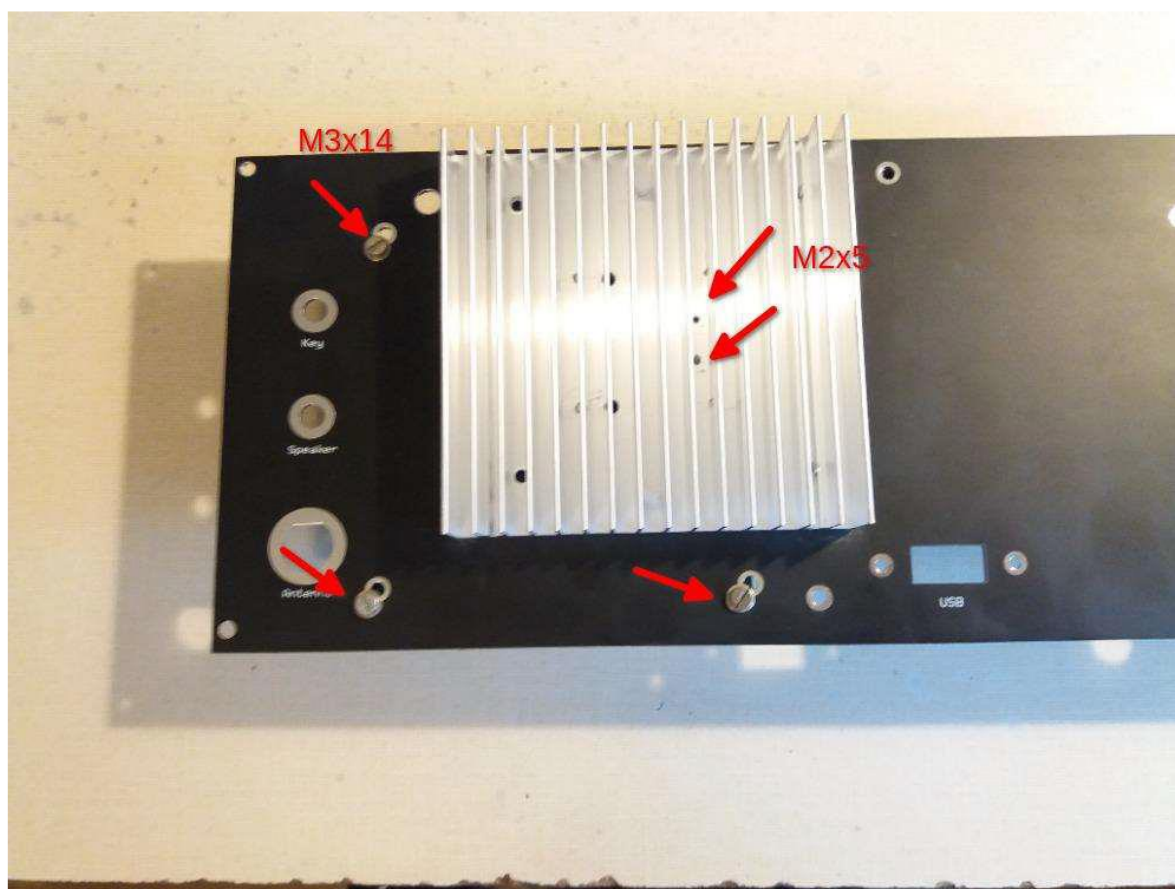

Figure 8-10. PA board in place.
You can see this in Figure 8-10. This isn’t a serious problem, just make sure there are no shorts after you solder the leads.)
これは図 8-10 で確認できます。これは深刻な問題ではありません。リードをはんだ付けした後にショートがないことを確認してください。)
□ Plug the Diode board cable into the J3 Temp header. When you are finished, your back panel should look similar to Figure 8-10.
ダイオード ボード ケーブルを J3 Temp ヘッダーに差し込みます。完了すると、背面パネルは図 8-10 のようになります。